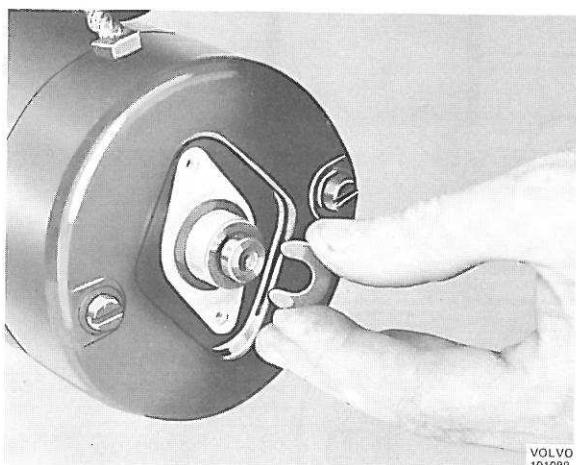

Fig. 3-6. Enlèvement de rondelle-frein
2. Enlever la rondelle-frein et les rondelles de réglage comme le montrent les fig. 3-6 et 3-7.